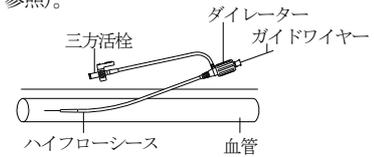

図2
8. 一体化したシース・ダイレーターを、外部に出ているガイドワイヤーに通して、できるだけ皮膚と平行になるようにして血管内に挿入する(図2参照)。